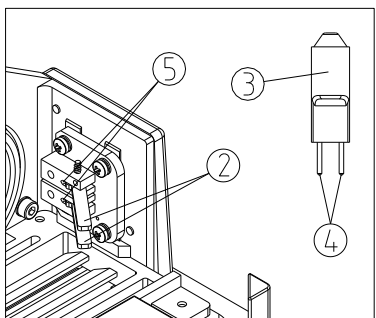

图 5
- (2) 掰开灯泡锁紧片②，用干净的手套或纱布拿住灯泡③，把灯泡的插脚④插入到灯座上的插孔⑤中，并插到底，灯泡插入后应垂直，不要歪斜。（如图 5）
- (3) 松开灯泡锁紧片②，灯泡被锁紧，然后再装上罩壳组。